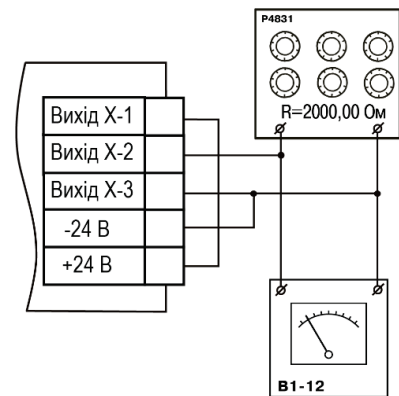

Рисунок 8.8. – Підключення вольтметра і магазину опорів
1. Підключити до виходу, що юстується, навантаження  $R_n$  і вольтметр згідно рисунок 8.8.